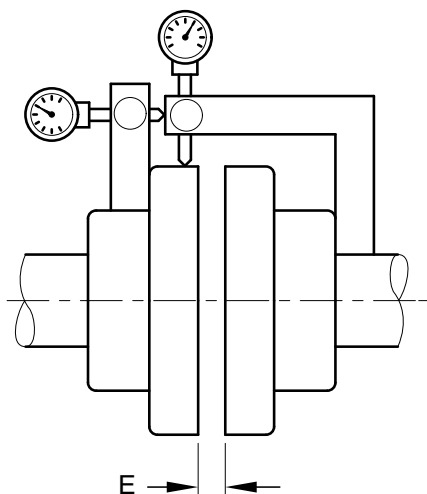

Fig. 9: Misurazione assiale/radiale combinata
4.2.3.3 Misurazione assiale e radiale combinata (fig.9)
La fig. 9 mostra un metodo relativamente semplice da realizzare per combinare entrambe le misurazioni. Si inseriscono i minimetri nei corrispondenti elementi di barra patta avvitati o serrati e li si fissa per esempio mediante grani di arresto.